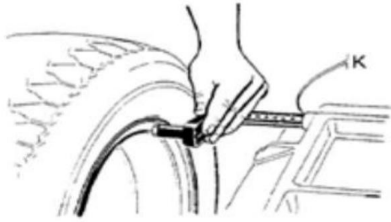

Fig.1
- Establezca el valor "a": mueva el medidor a la posición de medición como se ilustra en la Fig. 1, manténgalo presionado. Si el indicador permanece en posición durante aproximadamente 4 segundos, la memorización es exitosa. Si el indicador no permanece en posición durante aproximadamente 4 segundos, la memorización no es exitosa. Si el indicador no permanece en posición durante aproximadamente 4 segundos, dado, luego devuelva el medidor a la posición 0. (El valor medido en modo automático